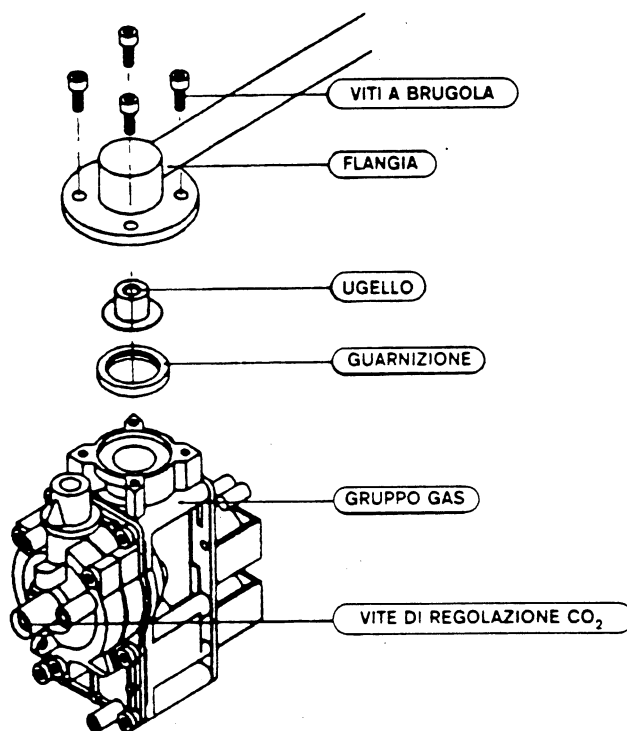

Fig. 16
Istruzioni (fig. 16):
13.1 Bruciatore (fig. 16 pag. 21)